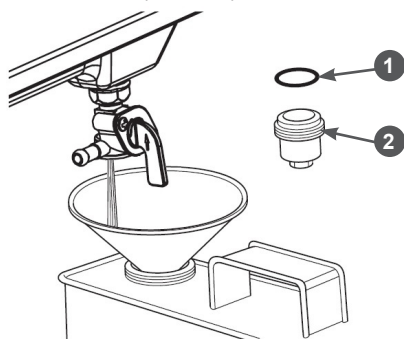

Рис. 23 Слив топлива с топливного бака
- открутите стакан 2 отстойника (Рис. 23);
- откройте топливный кран и слейте топливо в подготовленную для этого ёмкость (Рис. 23);
- установите на место стакан отстойника. Перед установкой убедитесь в том, что уплотнительное кольцо 1 находится на месте и не повреждено (Рис. 23).